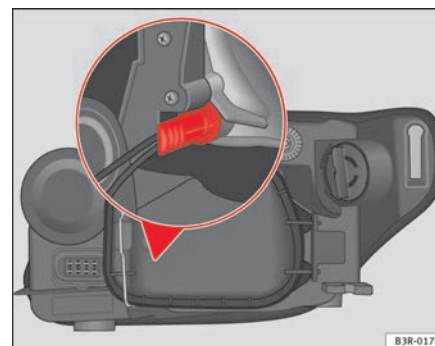

Fig. 198 Luz de posición. Empuñadura del portalámparas en posición vertical
- Introduzca la lámpara en el zócalo, de forma que la empuñadura del portalámparas quede con la pared en posición vertical ⇒ página 269, fig. 198 y presione sobre él.